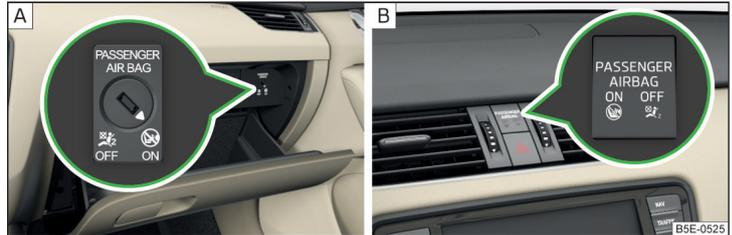

Abb. 14 Schlüsselschalter für Beifahrer-Frontairbag / Kontrollleuchte für Beifahrer-Frontairbag
- › Die Kontrollleuchte **OFF**  » Abb. 14 auf Seite 22 -  leuchtet nach dem Einschalten der Zündung auf.
- › Mit dem Schlüssel den Schlitz des Schlüsselschalters vorsichtig in die Position **OFF** » Abb. 14 -  drehen.
- › Prüfen, ob nach dem Einschalten der Zündung die Kontrollleuchte **OFF**  unter dem Schriftzug **PASSENGER AIRBAG** » Abb. 14 -  leuchtet.
- › Mit dem Schlüssel den Schlitz des Schlüsselschalters vorsichtig in die Position **ON** » Abb. 14 - drehen.
- › Prüfen, ob nach dem Einschalten der Zündung die Kontrollleuchte **ON** unter dem Schriftzug **PASSENGER AIRBAG** » Abb. 14 - leuchtet.